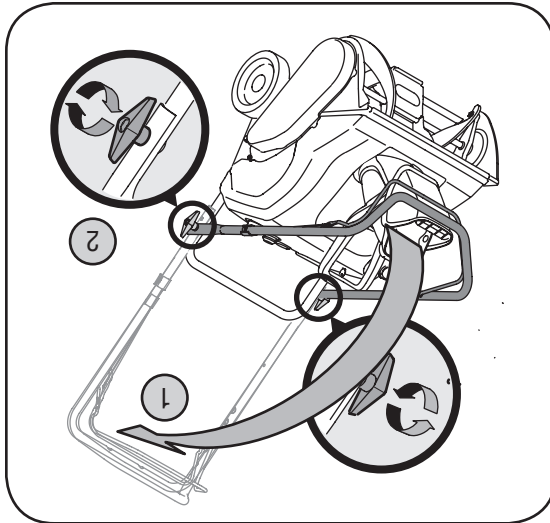

Figure 1
2. Relevez le guidon supérieur dans la direction indiquée à la Figure 1 jusqu'à ce qu'il s'emboîte à la position de travail. Faites attention de ne pas pincer le câble.